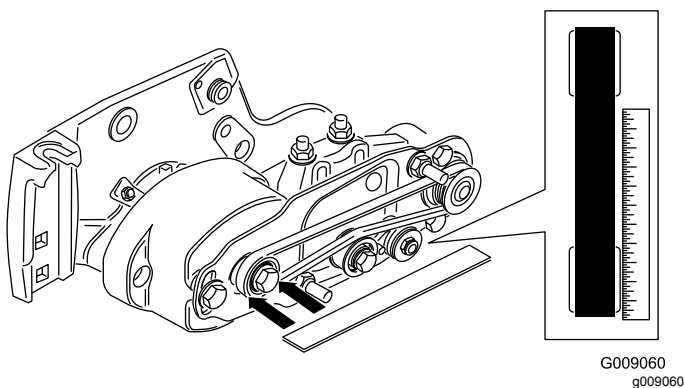

図 17
- 駆動プーリの外側面に直定規を当てる図 17。駆動プーリと受動プーリの両方に直定規を当てないこと。